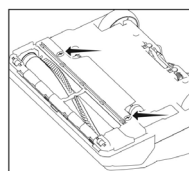

Fig. 3
5. Tournez les deux vis d'un quart de tour pour libérer la plaque inférieure (Fig. 3). Retirez la plaque inférieure.